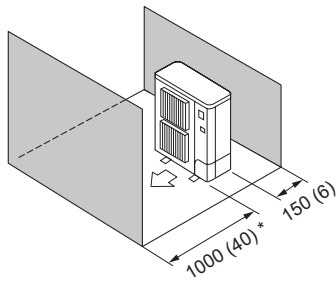

Fig. 2-10
- (5) Obstacles uniquement à l'avant et à l'arrière (Fig. 2-10)